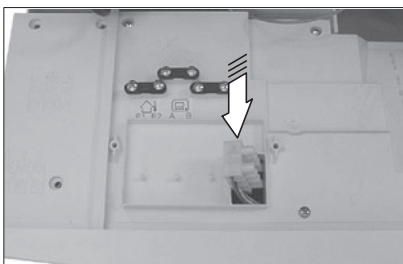

Рис. 2
- 2 Вытащите электропроводку через отверстие (Рис. 2)